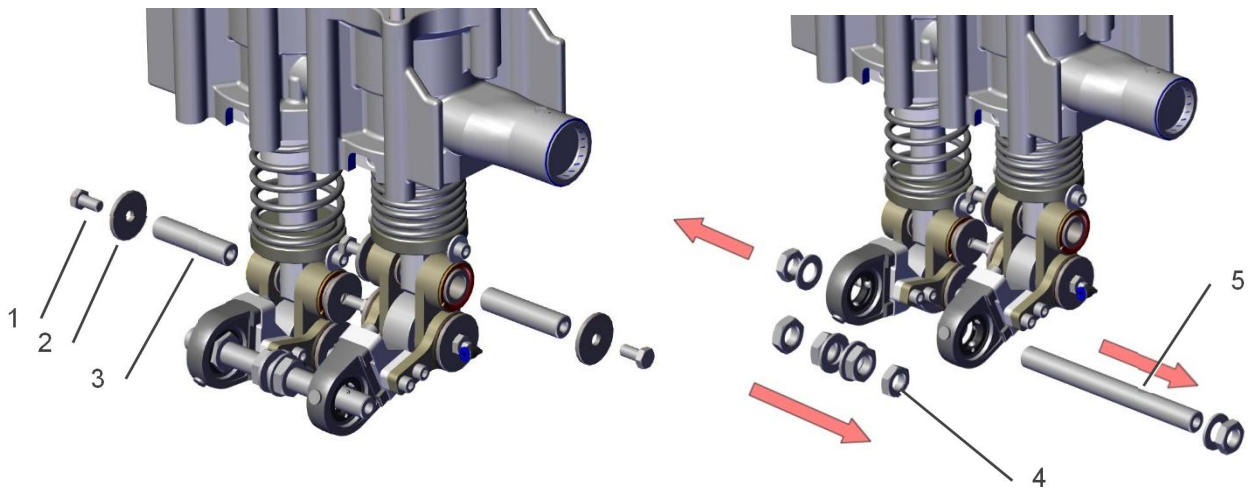

Abb. 7-6: Demontage der Zweigelenkschwingenn
1. Jeweils eine Sechskantschraube M10x20 (1) herausschrauben (Abb. 7-6: Demontage der Zweigelenkschwingen).
2. Die Anlaufscheiben (2) entfernen.
3. Beide Achsen (3) herausziehen.
4. alle Sechskantmuttern M20x1,5 (4) von der Querkraftachse (5) schrauben und in Pfeilrichtung entnehmen.